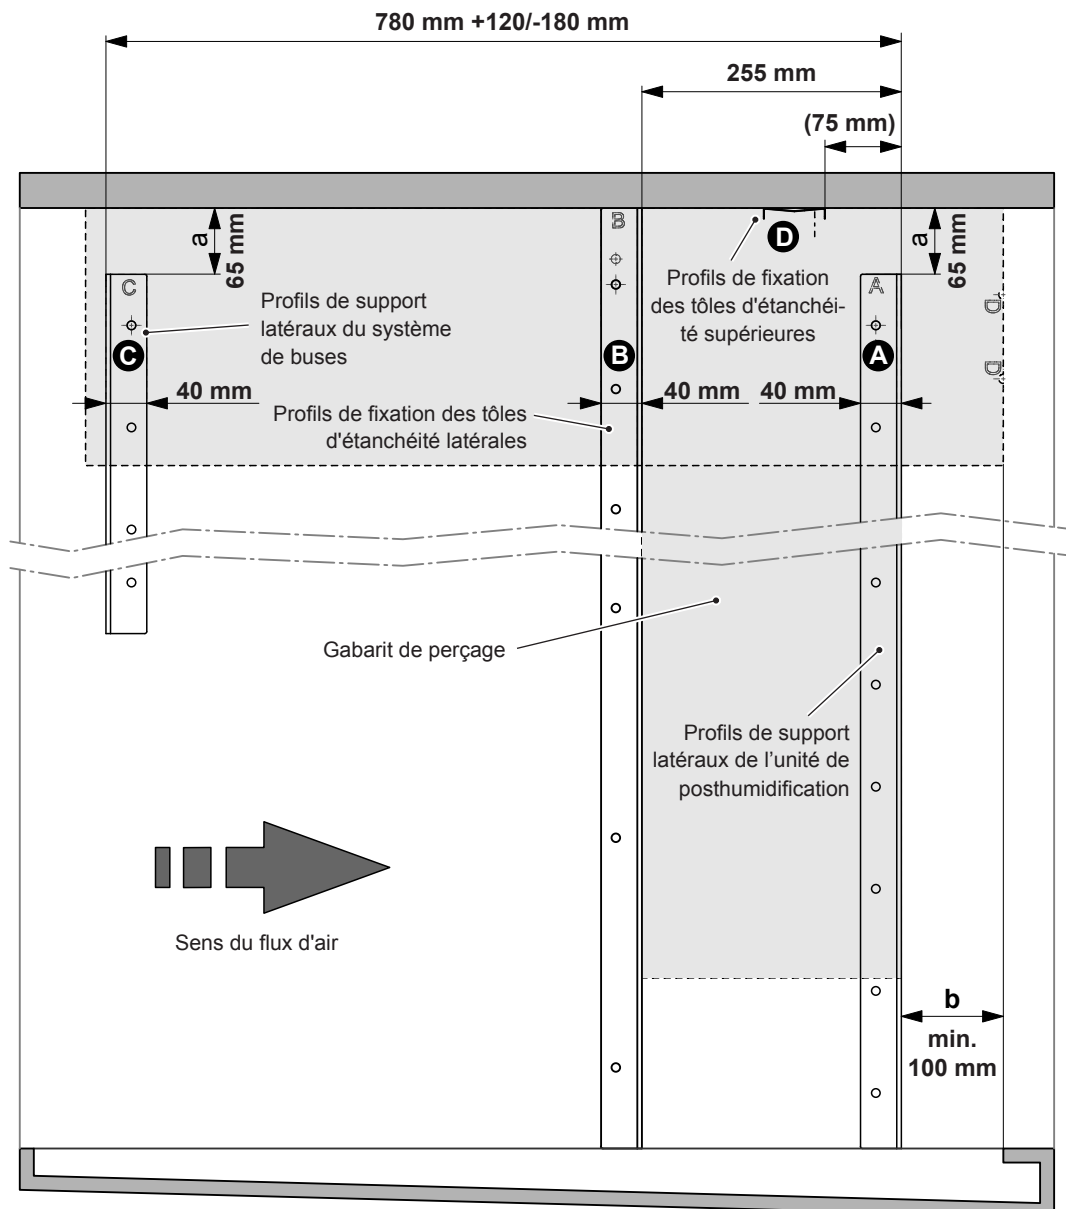

Fig. 5: Positionnement des éléments de fixation (vue latérale)
- Si nécessaire, desserrer les deux assemblages vissés avec lesquels l'/les équerre(s) est/sont fixée(s) au(x) support(s) vertical(aux) et déplacer l'équerre de telle sorte que la distance "a" séparant le bras de l'équerre du bord supérieur du support vertical soit la même qu'entre le bord supérieur des deux profils de support et le plafond du conduit (voir Fig. 5 et détail A au Fig. 12). Resserrer ensuite de nouveau les deux assemblages vissés.